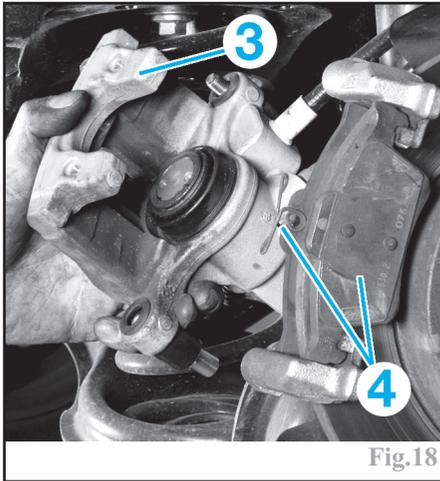

Fig.18
Dégager l'étrier de frein (3) (Fig.18).